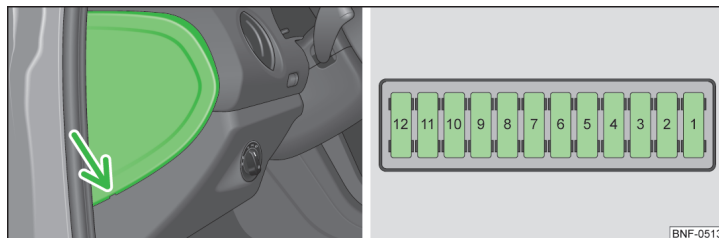

Bild 126 Lock till säkringslådan/säkringar
- Stick in en spårskruvmejsel i öppningen i locket i pilens riktning » bild 126.